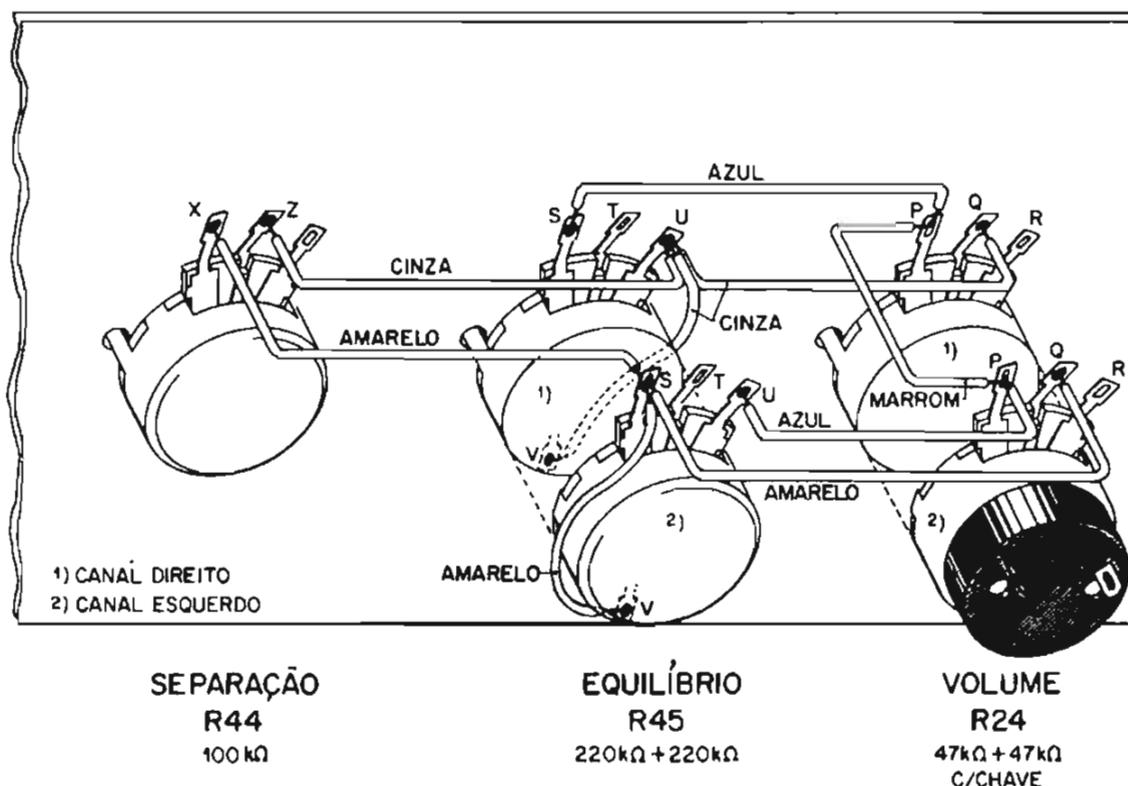
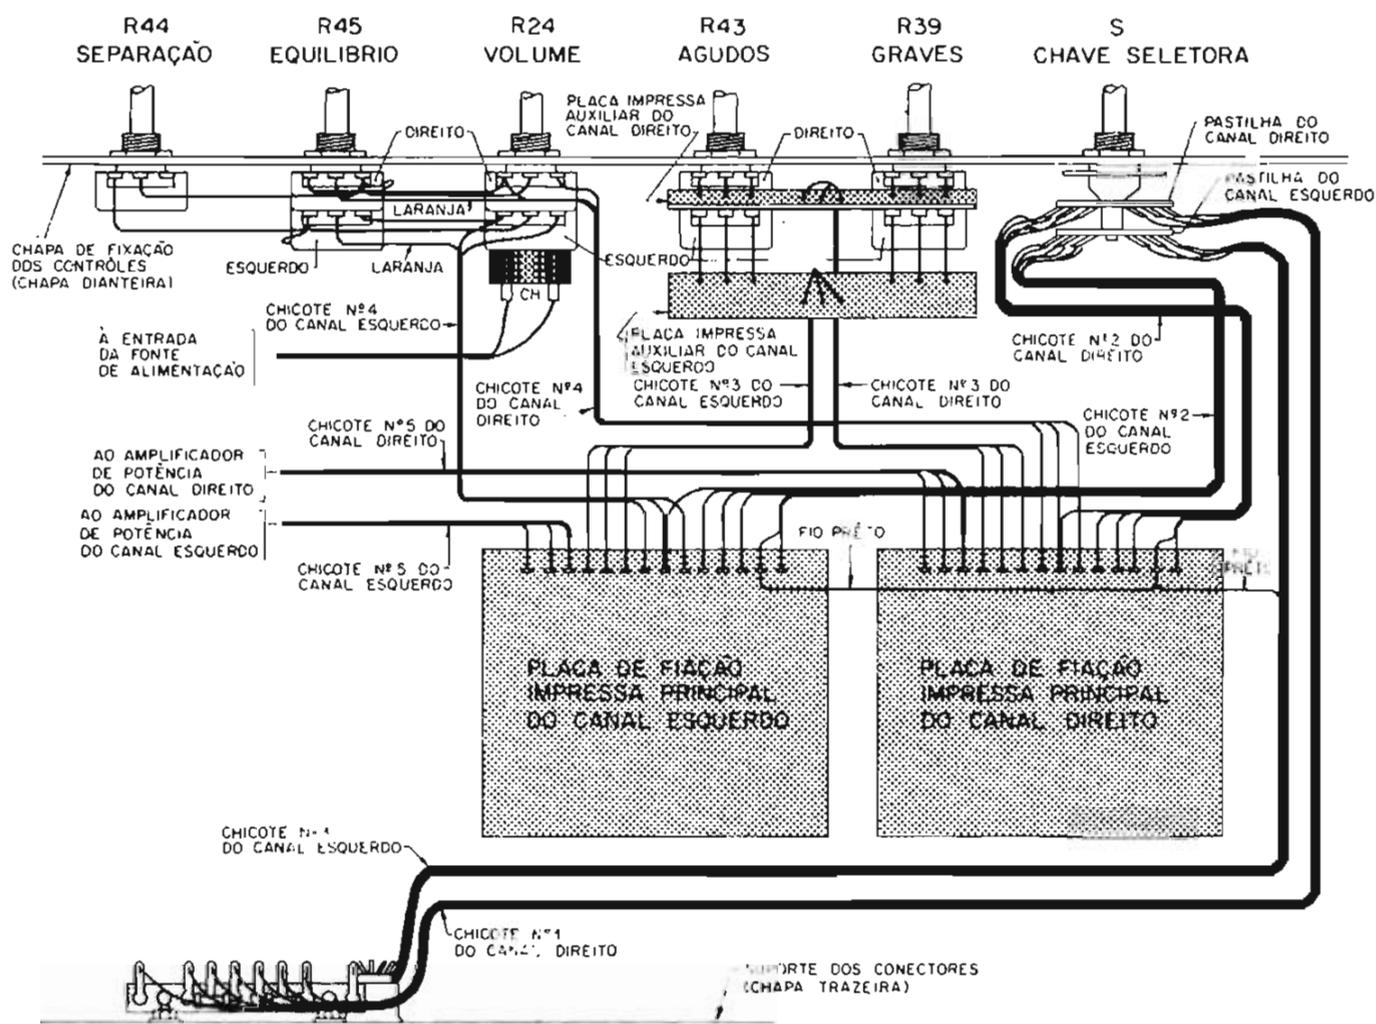

Figura 28 - Montagem dos controles na "chapa dianteira"
Figura 29 - Vista de conjunto do M-202, mostrando as sub-montagens, os controles e os chicotes de interligação
Oriente-se pela figura 28. Note nessa figura que os potenciômetros duplos e a chave seletora estão destacados. As partes, desses componentes, próximas a chapa dianteira (superiores, na figura) pertencem ao canal direito; conseqüentemente as partes afastadas (inferiores, na figura) pertencem ao canal esquerdo.
- 65 - prossiga com as operações 29, 30 e 31 para o canal direito. (Veja a figura 28).
- 67 - Orientando-se pela figura 28, prepare e solde 3 pedaços de fio cinza, com 8 cm de comprimento, ao terminal U do controle de equilíbrio do canal direito (superior na figura 28). Solde as extremidades livres à derivação central (terminal V) do controle de equilíbrio (canal direito), ao terminal Z do controle de separação e ao terminal Q do controle de volume (canal direito).
- 68 - Repita a mesma operação com outros 3 pedaços de fio amarelo, de mesmo comprimento, ligando uma das extremidades de cada fio ao terminal S do controle de equilíbrio do canal esquerdo. Solde as extremidades livres ao terminal V do mesmo controle, ao terminal X do controle de separação e ao terminal Q do controle de volume (canal esquerdo). Oriente-se pela figura 28.
- A figura 28 mostra o aspecto final após essa operação.
- 2) Tais chicotes devem ser posicionados em sentido aos componentes respectivos ou seja àqueles da parte inferior no esquema da figura 28.
- 2) Tais chicotes devem ser posicionados em sentido aos componentes do canal direito (parte superior no esquema da figura 28). Oriente-se pela figura 29.
- 74 - Efetue as ligações do "chicote nº 1 do canal direito", seguindo as operações do item "h" nºs. 39, 40, 41, 42 e 43. Utilize a pastilha do canal direito da chave seletora (veja figura 28). Note que este chicote não possui o fio preto.
- 76 - Efetue as operações nºs. 44 e 45 para os chicotes nºs. 2, 3 e 4 do canal direito posicionando-os próximos aos terminais dos controles do canal direito (superior na figura 28). Omita a operação X da tabela V.
- 77 - Repita as operações nºs. 44 e 45 para os chicotes nºs. 2, 3 e 4 do canal esquerdo posicionando-os próximos aos terminais dos controles do canal esquerdo (inferior na figura 28) e omitindo novamente a operação X da tabela V. Da mesma maneira que na etapa anterior, ligue o fio laranja do chicote nº 4 ao terminal T do controle de equilíbrio (canal esquerdo).
A figura 29 fornece uma indicação geral do posicionamento das placas e chicotes de interligação.